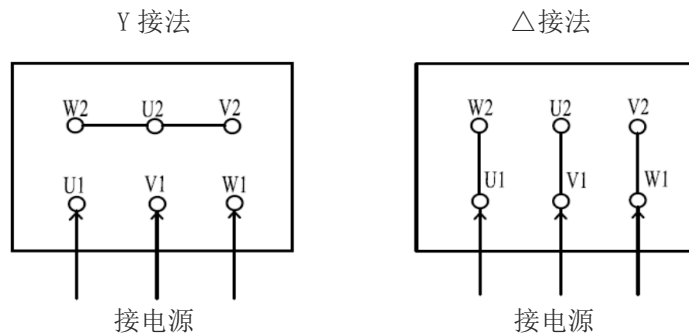

图 1 有六个出线头的低压定子出线接法示意图
7. 电机接线通常有两种方式，未做特殊说明，4kW 以下电机为 Y 接法，4kW 及以上为 Δ 接法，使用前检查出线端在出线盒内的连接片位置是否正确，正确的连接片位置如图 1 所示。